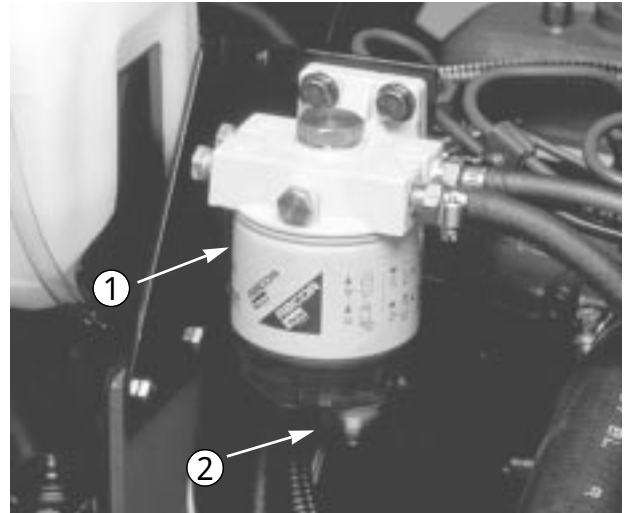

図 49
- 2 . 古いフィルタ（図49）を取り、新しいフィルタに薄くオイルを塗って取り付ける。締めすぎ厳禁。
燃料フィルタ (図 49) の水抜きは毎日おこなってください。